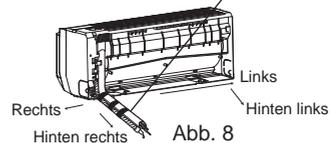

Abb. 8
2. Nehmen Sie die Rohre aus dem Gehäuse ab. Umhüllen Sie die elektrischen Kabel und die Wasserleitung mit Klebeband und legen Sie sie in die entsprechende Öffnung hinein (s. Abb. 8).